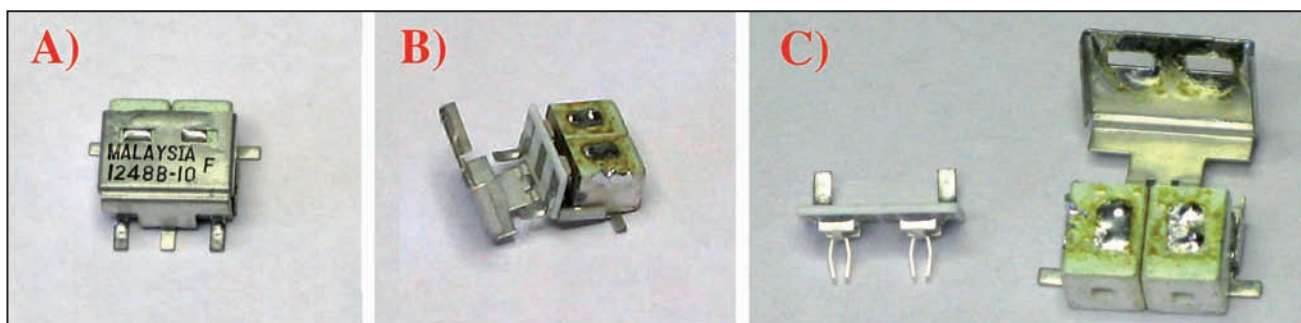

Fig. 13 - Il filtro TOKO nelle condizioni originali (A) e dopo apertura con rimozione dell'inserto dei condensatori d'accoppiamento (B, C)
1) L'involucro in lamierino è aperto ed è sfilata la piastrina dei condensatori d'accoppiamento (Fig.13).
In Fig. 13 notiamo che la piastrina d'allumina include da un lato tre piazzole metallizzate: quella centrale realizza l'accoppiamento tra i due risonatori via capacità ai bordi (*fringing capacitance*) con le piazzole laterali adiacenti, d'ingresso e d'uscita. Dal lato opposto della piastrina